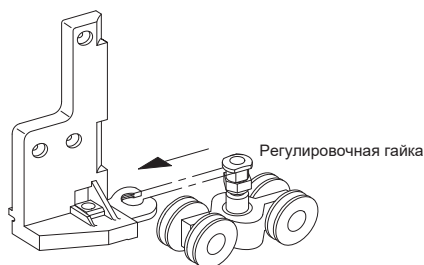
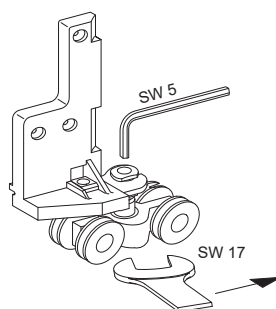

Рис.1 Регулировочную гайку установить в нужное положение и завести тележку.
Рис.2 Палец L зафиксировать гаечным ключом SW5 и затянуть зажимную гайку рожковым ключом SW17.
- A** Заведите тележку (7) в несущую направляющую (21).
Для монтажа тележки (7) рекомендуется установить дистанционные вкладыши в межфальцовый зазор. Тележки (7) заведите в опорную пластину угловой опоры (8) и угловой опоры (15). Для этого переведите регулировочную гайку в нужное положение, см.рис.1. Палец L тележек (7) зафиксировать гаечным ключом SW5 и затянуть зажимную гайку рожковым ключом SW17, см.рис.2.